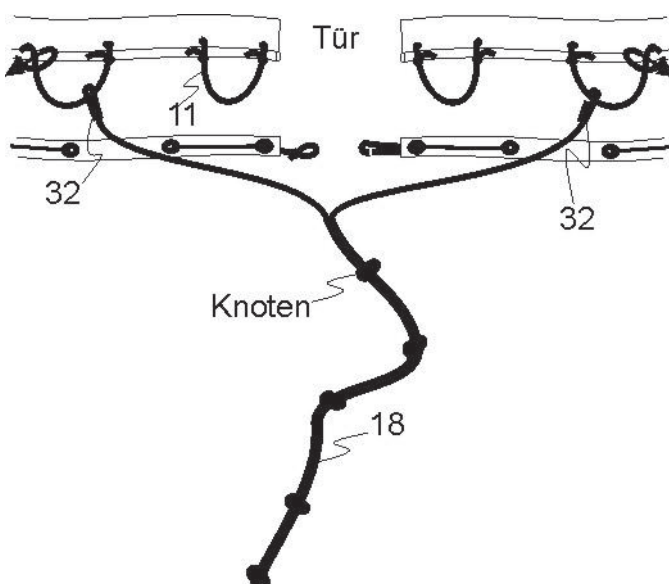

Abb. 6.1
#### Schritt 6: Zusammenbau des Zugseiles (Abb. 6.1/6.2)
##### **Zugseil (18) (Abb. 6.1)**
Zugseil (18) laut Abb. 6.1 montieren, Knoten im einen Abstand von Ihrer Armlänge.